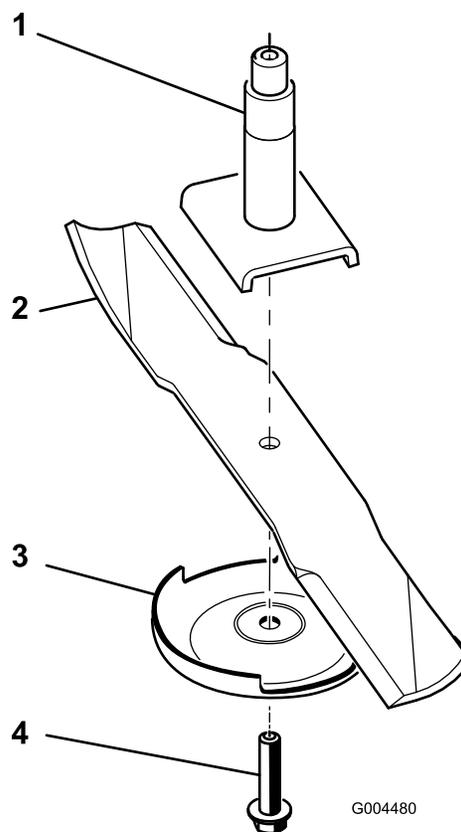

Figura 73
2. Retire a cavilha da lâmina, a placa anti-dano e a lâmina do eixo (Figura 73).
Nota: Se a lâmina ficar na horizontal é porque está equilibrada e pode ser utilizada. Se a lâmina não estiver equilibrada, lime algum metal da extremidade da aba apenas (Figura 73). Repita este procedimento até a lâmina estar equilibrada.
1. Instale a lâmina no veio (Figura 73).
2. Instale a placa anti-danos e o parafuso da placa (Figura 73).